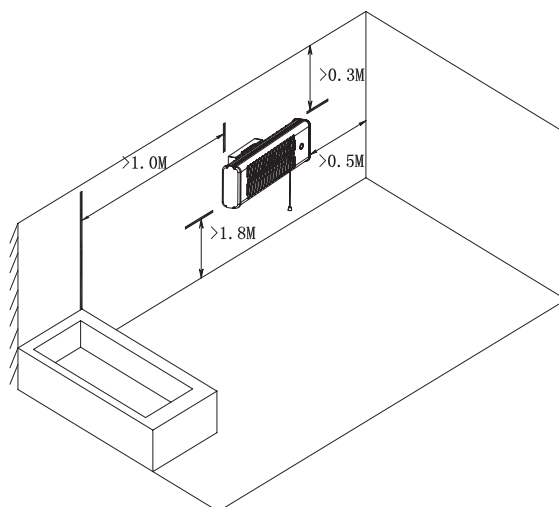

Figura 2
6. Posizionare il riscaldatore secondo i requisiti di distanza indicati nella Figura 2 qui sotto.